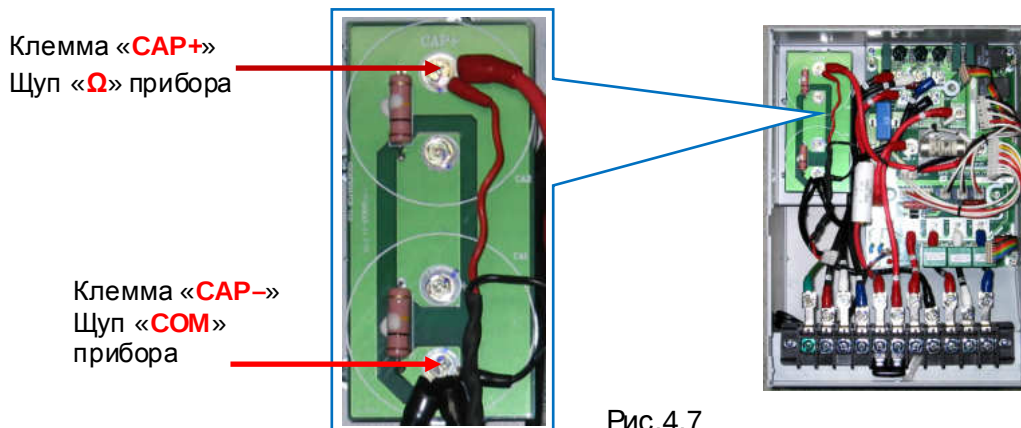

Рис.4.7
- 4.12.6. Подключить щупы мультиметра к клеммам «**CAP+**» и «**CAP —**» (рис.4.7).